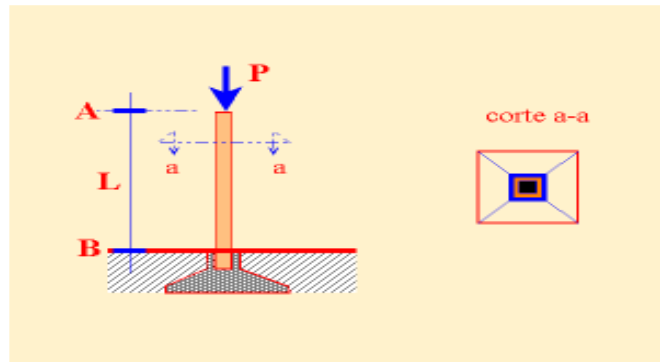

Figura 2.5
2.7.3 Columnas. Es un elemento estructural vertical o inclinado. Con la figura 2.5 que se muestra se esquematiza una columna vertical AB con carga concentrada axial.